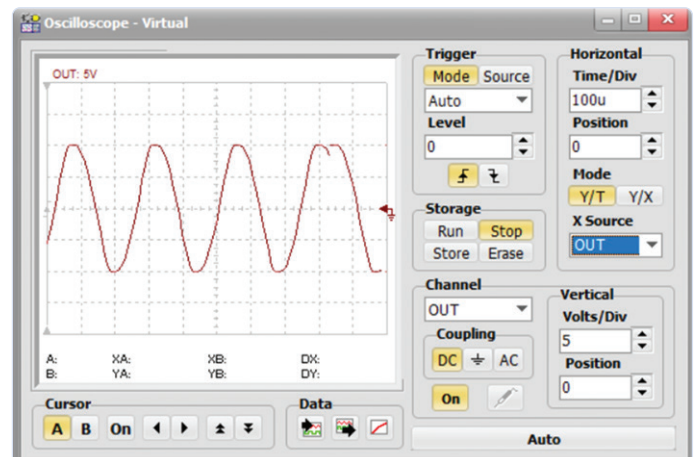

Figure 3. Forme d'onde de sortie.
- vérifiez la forme d'onde de sortie (figure 3). La période est de 250 μs , ce qui correspond à 4 kHz. Notez la pointe dans la forme d'onde de sortie sur l'oscilloscope. L'oscilloscope peut être synchronisé pour créer une image stable. Pour ce faire, sélectionnez Normal sous Mode et synchronizing signal sous Source. Vous devrez peut-être aussi régler le niveau de déclenchement (Trigger).